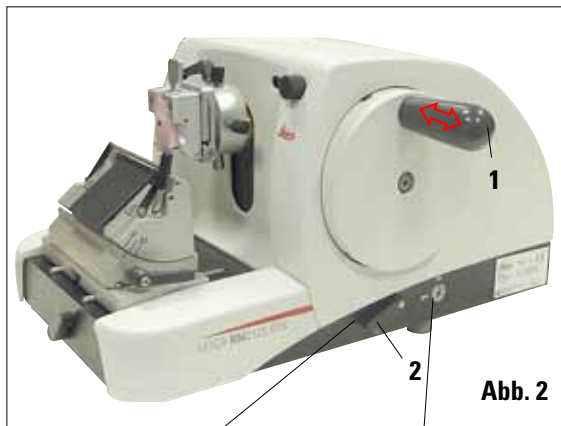

Abb. 2
Das Handrad (15) kann in 12-Uhr-Stellung blockiert werden (Abb. 2).
Mit dem Hebel (2) an der rechten Seite der Mikrotomgrundplatte kann die Handradbremse in beliebiger Handradstellung aktiviert werden. Wird der Hebel nach oben gedrückt, kann das Handrad nicht mehr bewegt werden. Die beiden Hebelstellungen sind durch entsprechende Punkte an der Mikrotomgrundplatte gekennzeichnet (Abb. 2).